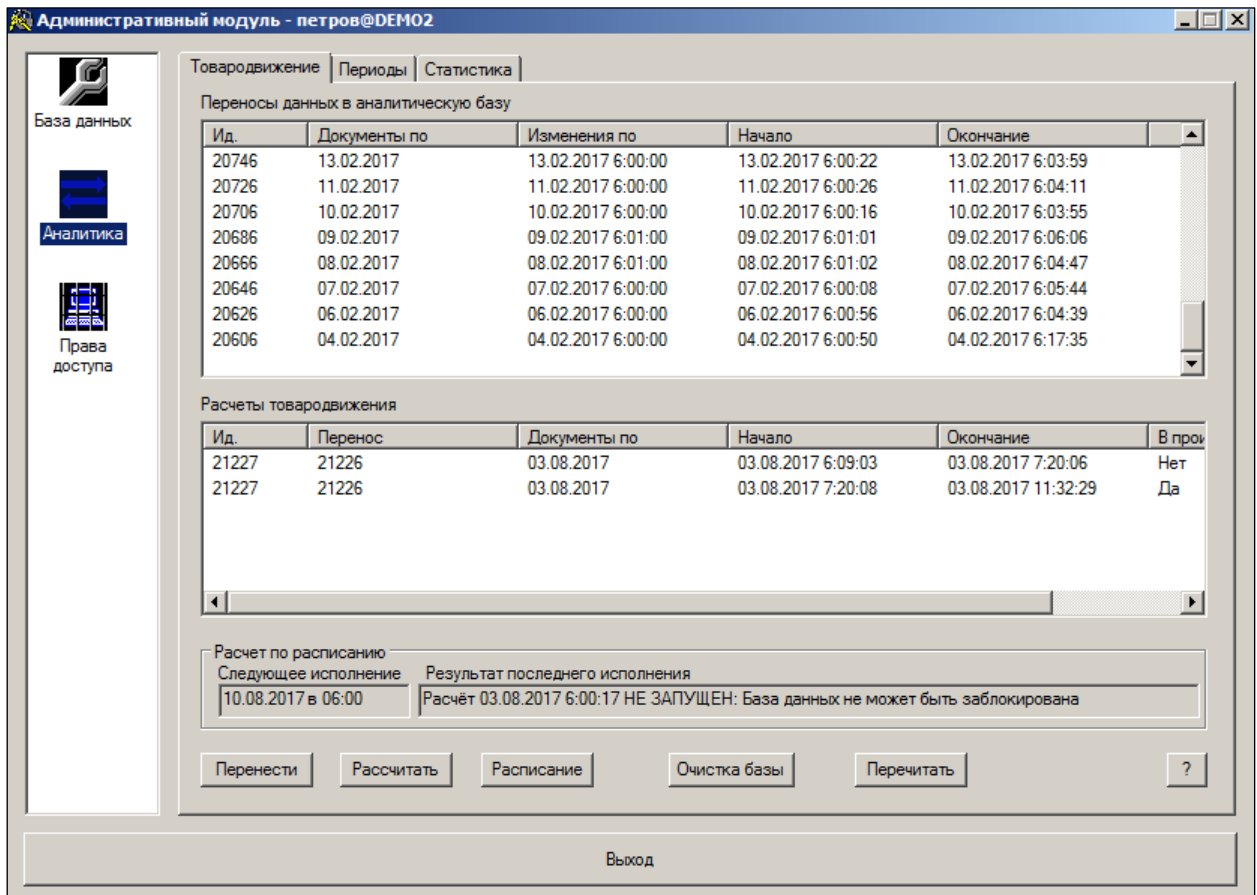

Рисунок 75 – Перенос данных (1)
Перенос данных, который необходим для последующего расчета себестоимости, осуществляется на закладке **Товародвижение** (Рисунок 75) раздела **Аналитика** административного модуля.
1. Нажать кнопку **Рассчитать** на закладке **Товародвижение** (см. Рисунок 75).
1. На закладке **Товародвижение** (см. Рисунок 75) нажать кнопку **Пакетно**;